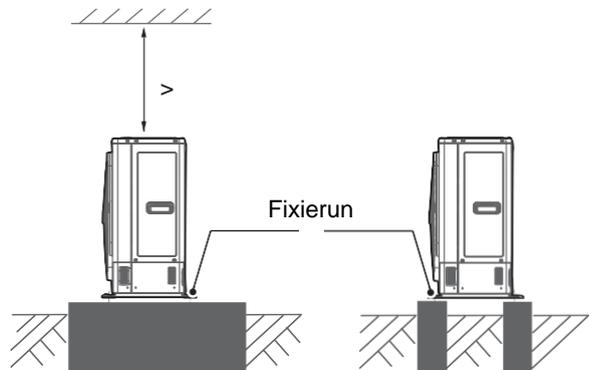

Abb. 3-7
- Bilden Sie eine Betongrundschrift den Bestimmungen der Außeneinheit entsprechend (Siehe Abb. 3-7).
- Befestigen Sie die FüÙe der Einheit mit Bolzen, um die Lösung bei Erdbeben oder starkem Wind zu verhindern. (Siehe Abb. 3-7)